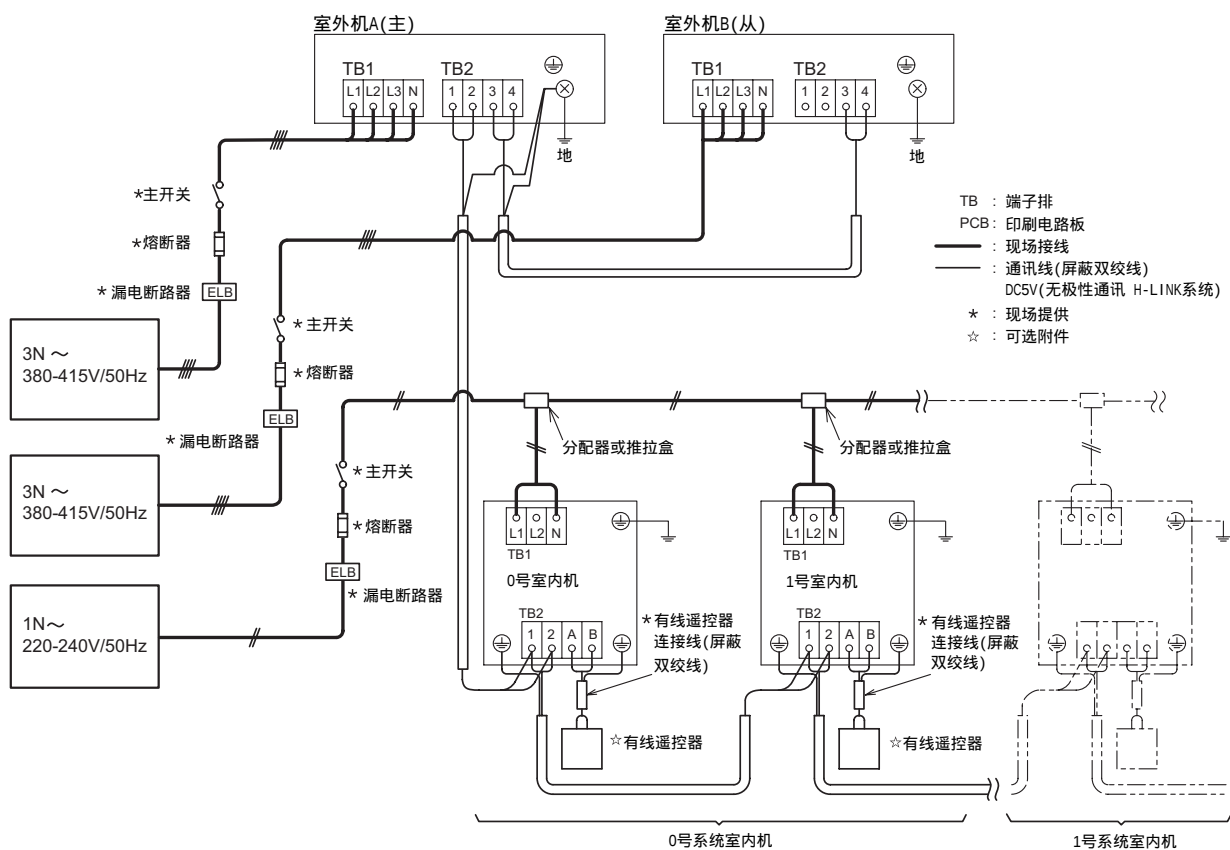
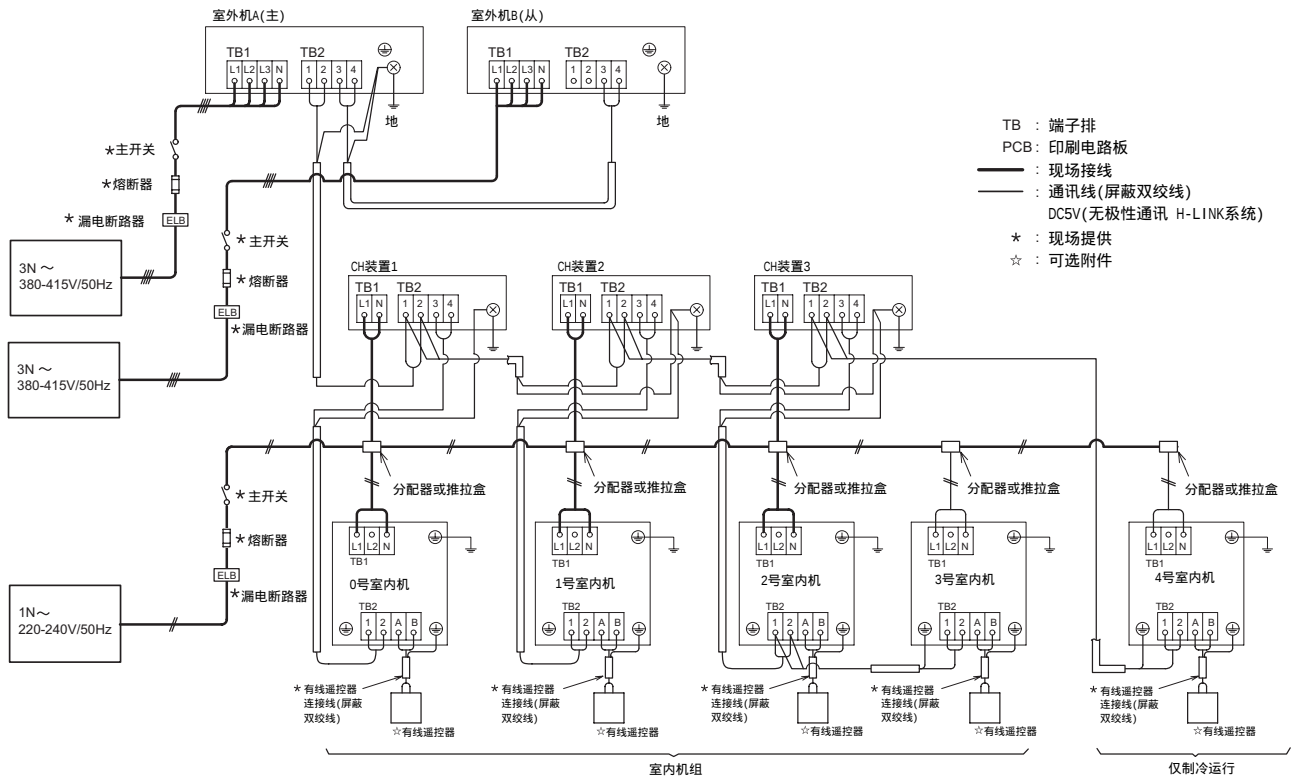

图7.2 电气接线说明(标准型)
图7.3 电气接线说明(热回收型)
- (3) 如图7.2和图7.3所示，在室内机、CH装置和室外机之间连接通讯线。
- (4) 在同一冷媒系统的机器间连接通讯线。(在室内机的冷媒管与室外机相连的情况下，连接通讯线到相同的室内机。)连接冷媒管和通讯线到不同的冷媒循环系统会引起系统故障。
- (5) 通讯线使用2芯电线例如带屏蔽层的双绞线。